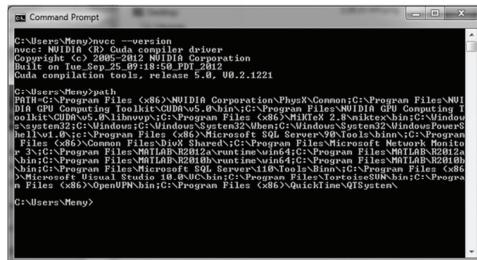

图 A.9 Windows 环境中的 nvcc PATH
- 对于 Windows 7 64 位，在命令提示符下输入 PATH，然后看看带有 nvcc 的目录是否同图 A.9 中规定的一样。